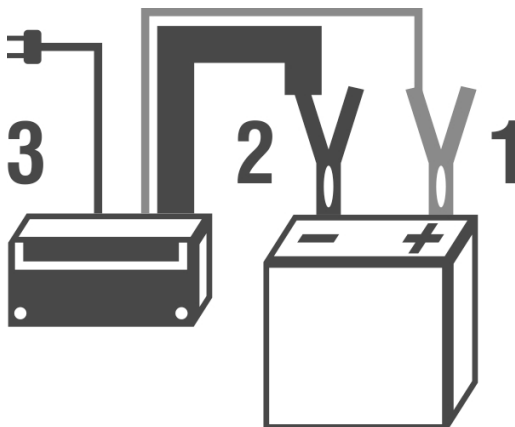

Fig. 3 – Sequência para ligar o carregador na bateria
- 1 - Conecte a garra vermelha do carregador no polo positivo da bateria (posição 1 da Fig. 3);
- 2 - Conecte a garra preta do carregador no polo negativo da bateria (posição 2 da Fig. 3).
- 3 - Conecte o plugue na tomada (posição 3 da Fig. 3):
- 10 - Desconecte a garra preta do polo negativo da bateria (posição 2, Fig. 3);
- 11 - Desconecte a garra vermelha do polo positivo da bateria (posição 1, Fig. 3);
- 3 - Conecte o plugue do Carregador Inteligente de Bateria na tomada (posição 3, Fig. 3);